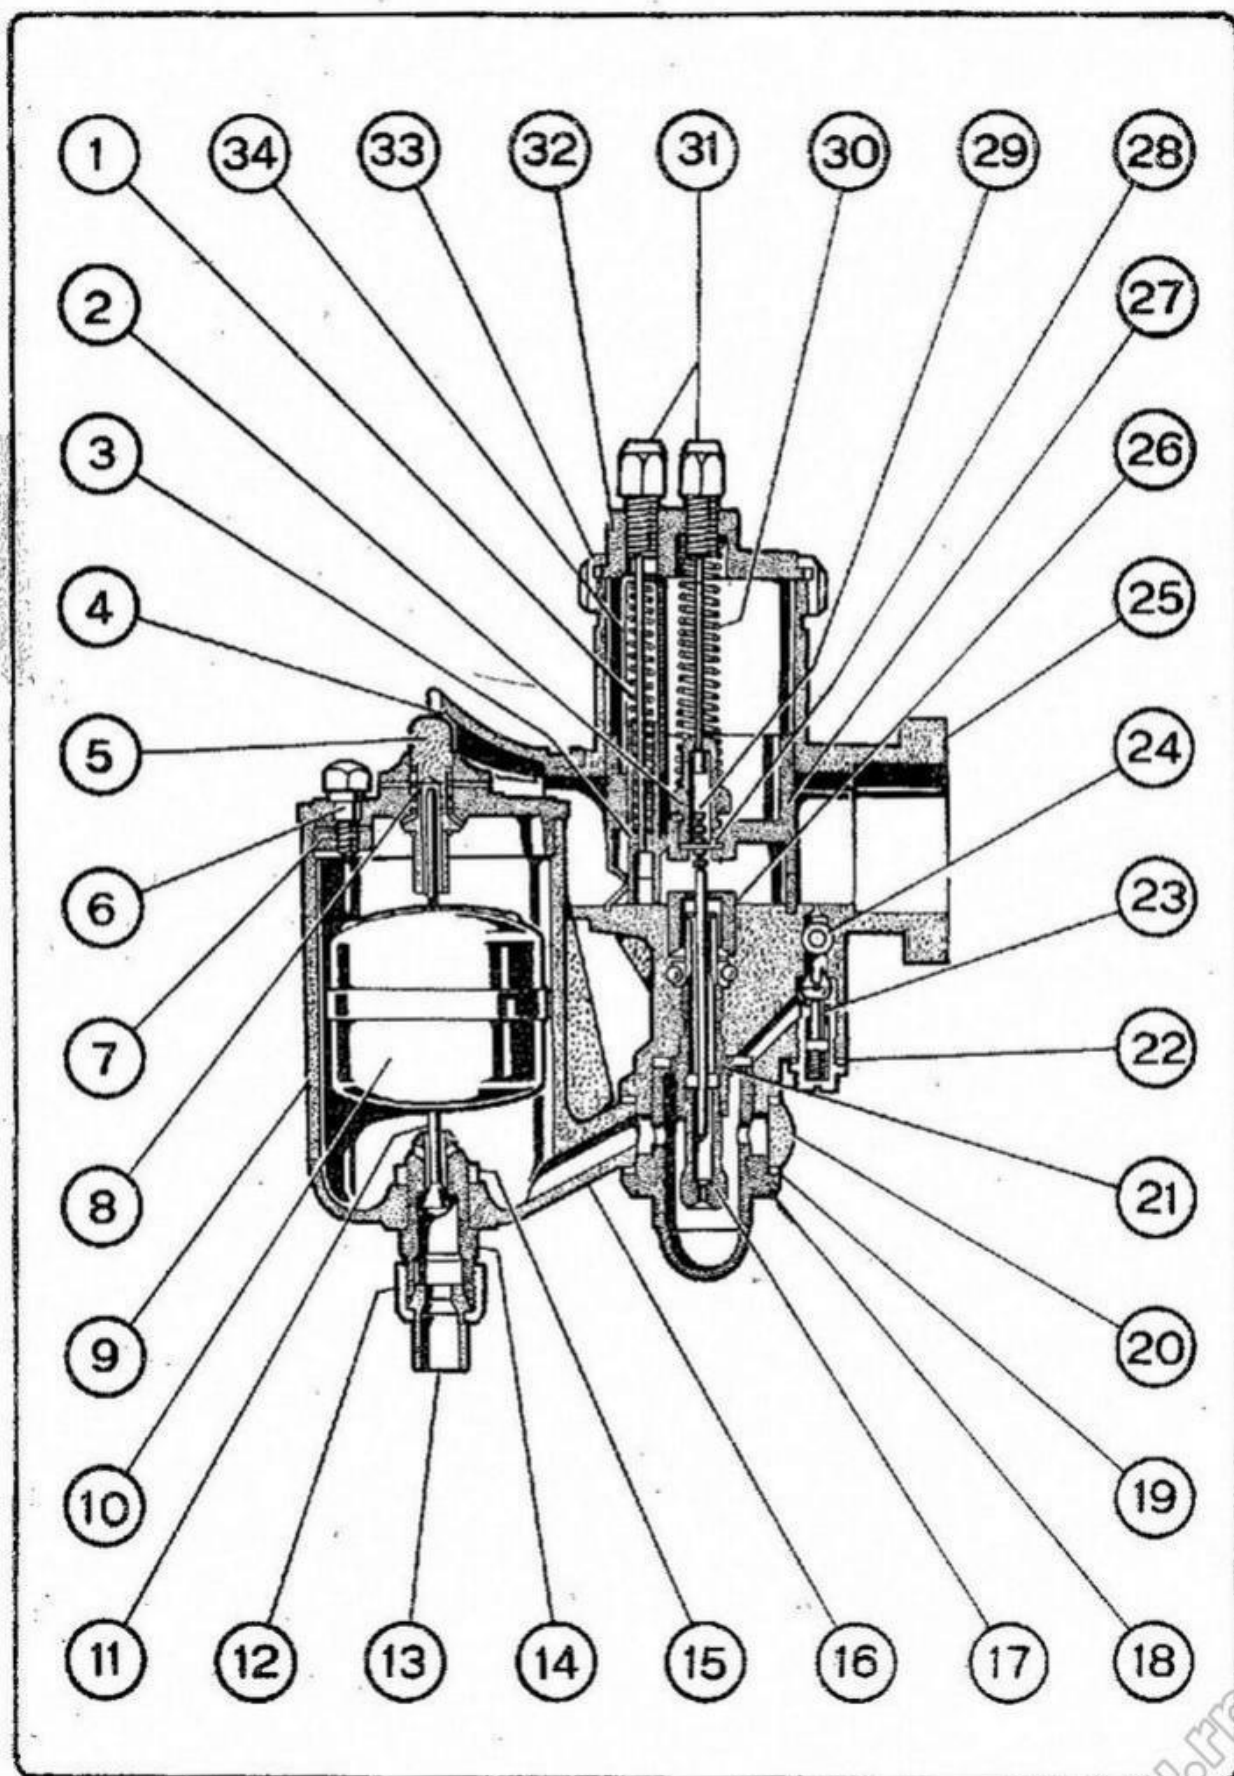

FIG. 9
3) *Regolazione del carburatore* (vedi fig. 9).
NOMENCLATURA DEI PEZZI COMPONENTI IL CARBURATORE DELL'ORTO (vedi fig. 9)